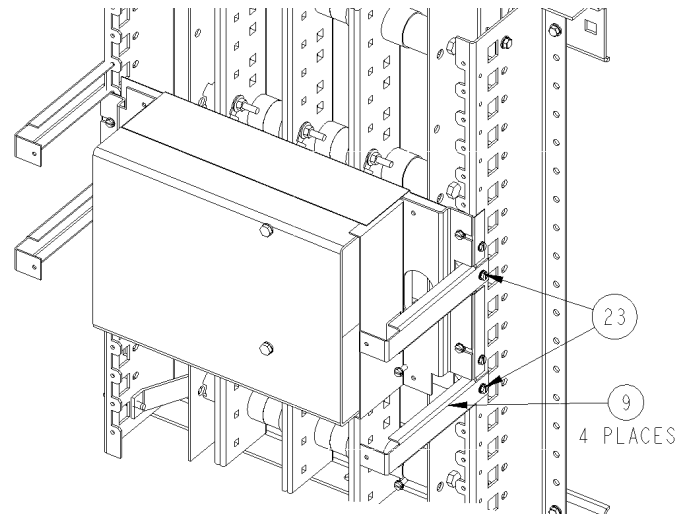
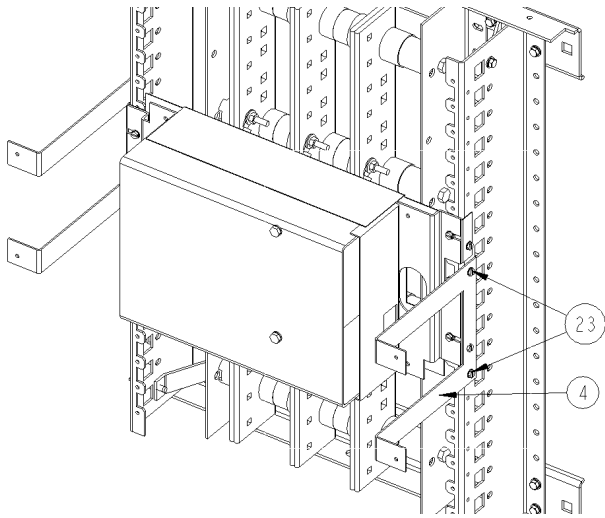

Figure 12. Supports d'obturation pour panneau de contrôle de 27 et 31 de largeur ou tableau de distribution de 35 de largeur.
Figure 13. Supports d'obturation pour panneau de distribution d'une largeur de 36, 40, et 44 ou tableau de distribution d'une largeur de 40 et 45.
8. **Installer les supports de l'obturateur.** Pour les panneaux 27W, 31W, et 35W, monter quatre supports d'obturation [9] au rail Z de l'intérieur de la barre omnibus verticale à la Figure 12. Pour les panneaux 36W, 40W, 44W, et 45W, monter deux supports d'obturation [4] au rail Z à la Figure 13. Fixer les supports avec des vis autotaraudeuses 10-32 x 7/16" [23] et serrer à 22 po.-lb.